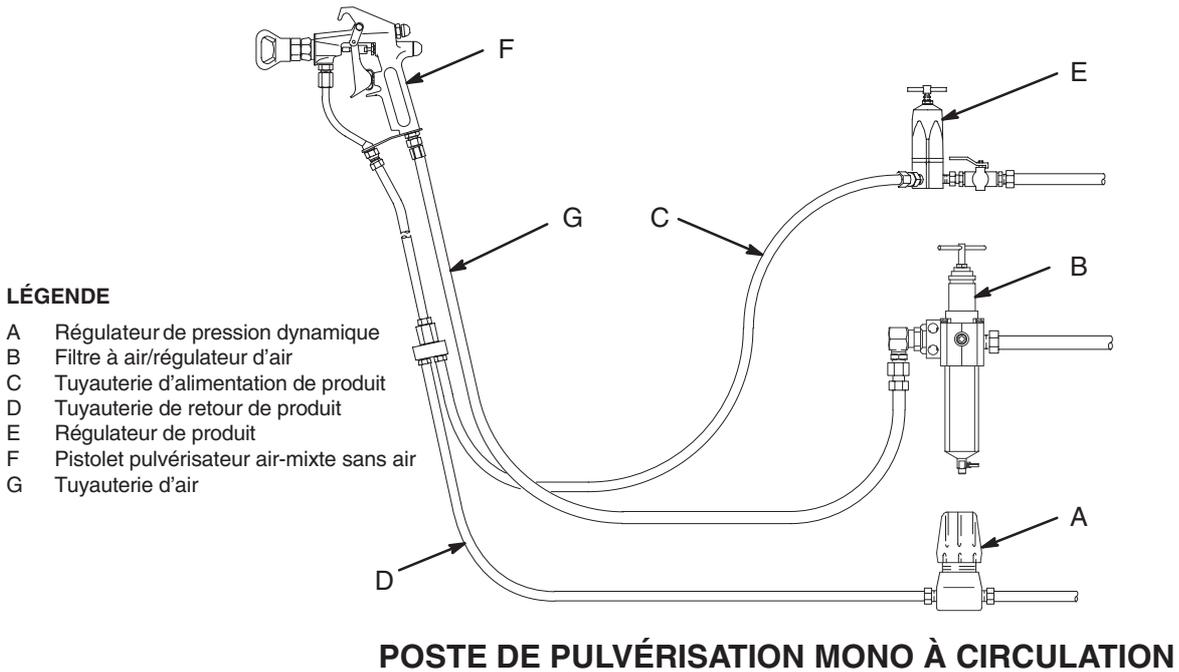

Fig. 1
Les installations type représentées aux Fig. 1 et 2 sont simplement une aide à la conception d'un système. Si vous désirez une assistance pour concevoir un système répondant à vos besoins, contactez votre distributeur Graco.
1. Installer le régulateur de pression dynamique (A) sur la conduite de retour du pistolet pulvérisateur (D). Voir les Fig. 1 et 2.